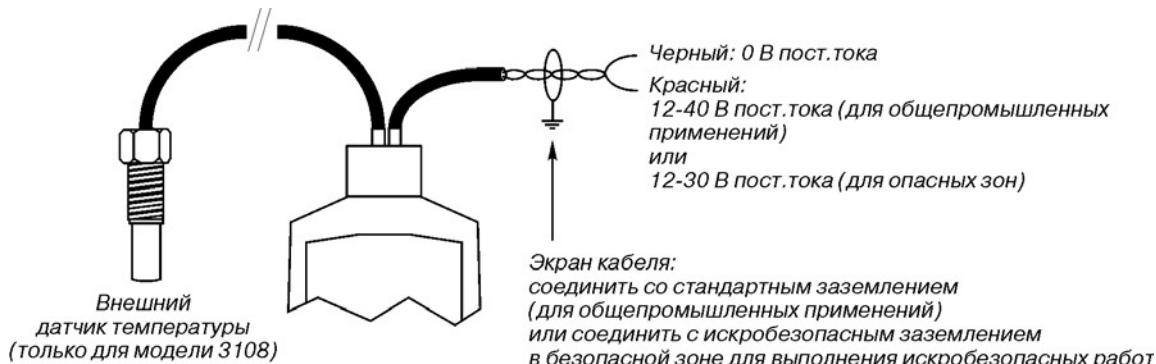

Рис. 9. Схема подключения.
- Подсоедините провода как показано на рис.9, принимая во внимание то, что для работ, не требующих искробезопасности, необходимо постоянное напряжение 12-40 В.
- Подсоедините провода как показано на рис.9, принимая во внимание то, что для искробезопасных применений диапазон напряжений должен составлять 12-30 В.